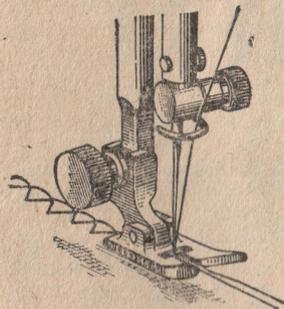

Рис. 45.
**7.19.10. Обметка края зигзагообразной строчкой или изготовление раковинообразного шва на трикотаже (рис. 45)**
При обметке края зигзагообразной строчкой игла при своем правом уколе должна проходить вне материала у самой кромки, а при раковинообразной строчке игла при своем правом уколе должна проходить в материале у самой кромки, а при левом уколе игла должна проходить через материал. Рекомендуется немного подгибать при этом кромку материала. Применять нормальную лапку для зигзагообразной строчки (рис. 45).